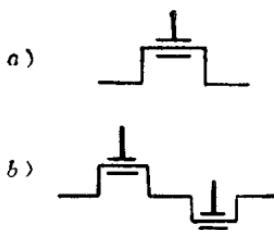

图 16 曲轴与连杆连接
- 四) 曲轴和连杆的连接在机器中应用较多, 例如内燃机和压气机上的连杆和曲轴机构。根据工作的需要, 有单曲轴式和多曲轴式, 其略图画法如图 16。